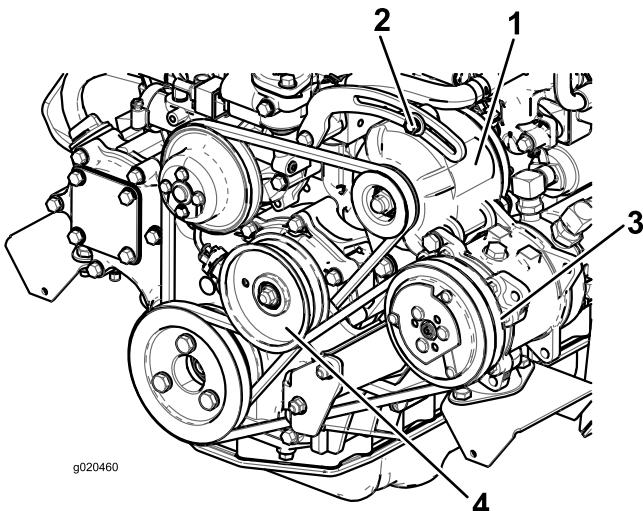

Рисунок 72
Если прогиб не равен 10 мм, ослабьте болты крепления генератора (Рисунок 72).
- Для установки величины отклонения 10 мм ослабьте болт крепления натяжного шкива (Рисунок 72).